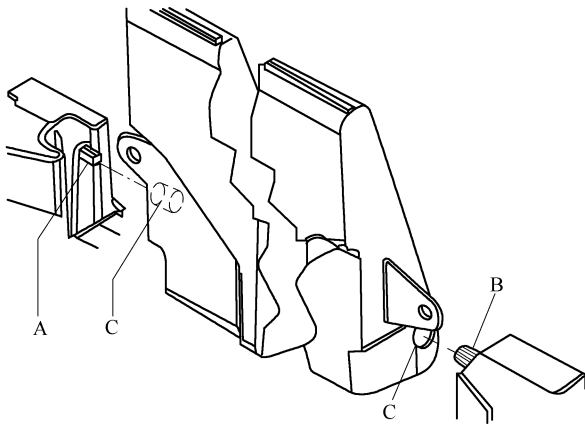

图 4-2-29 蓄能器的拆卸示意图
- C 中取出, 然后取出蓄能器, 如图 4-2-29 所示。
(2) 安装。安装按与拆卸相反的顺序进行, 同时要注意下列事项: